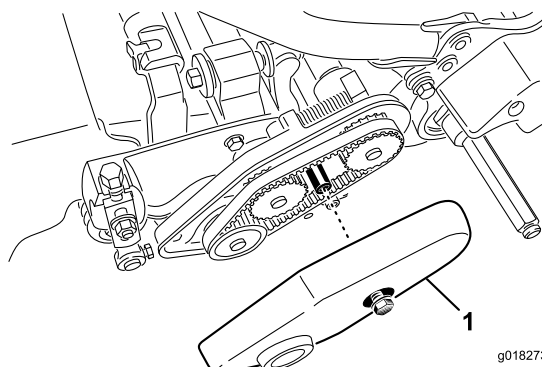

Figura 47
2. Solte o parafuso flangeado que fixa a cobertura da correia e retire a cobertura da correia para expor a correia (Figura 47).